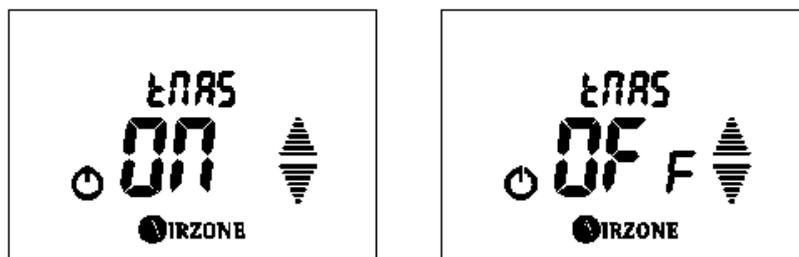

Fig. 81
- **Configuración termostato maestro MSTR :** Muestra la configuración que tiene el módulo de zona. Si es maestro muestra ON y si es zona muestra OFF. Si desea cambiar configuración del módulo de zona pulse AIRZONE , el valor del menú se pondrá a parpadear, esto indica que estamos dentro del menú. Seleccione la opción deseada mediante las flechas \uparrow \downarrow y pulse AIRZONE para confirmar. (Fig. 81)